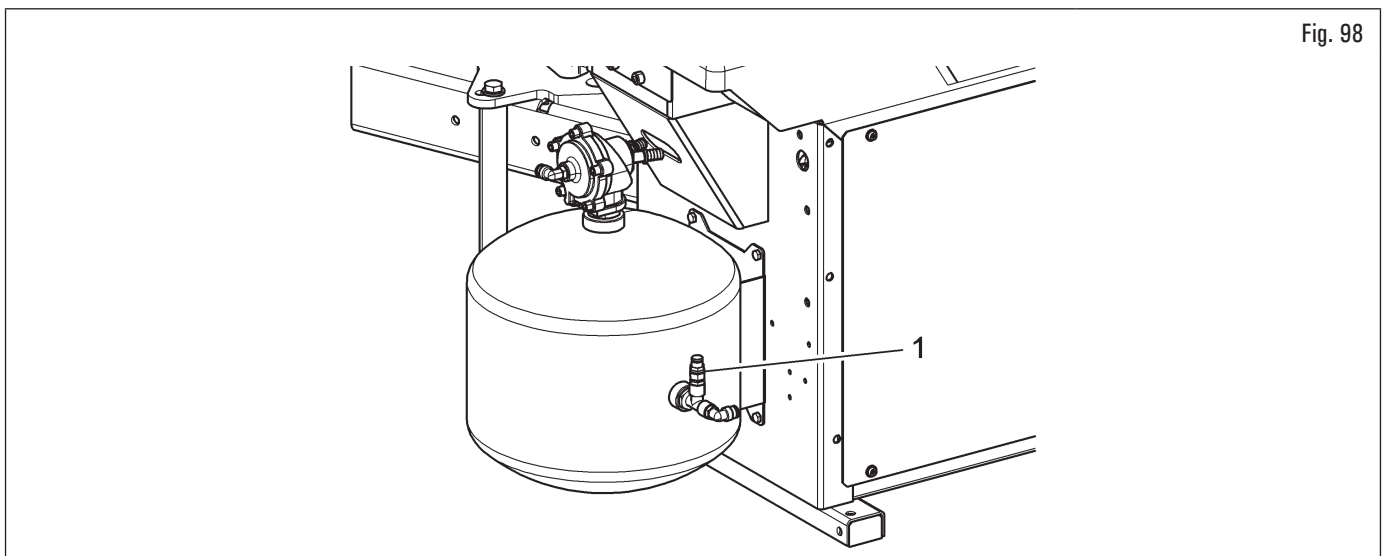

Fig. 98
La válvula de seguridad (Fig. 98 ref. 1) evita que el recipiente sistema inflado tubeless esté sometido a una presión superior a 12 bar (174 psi).